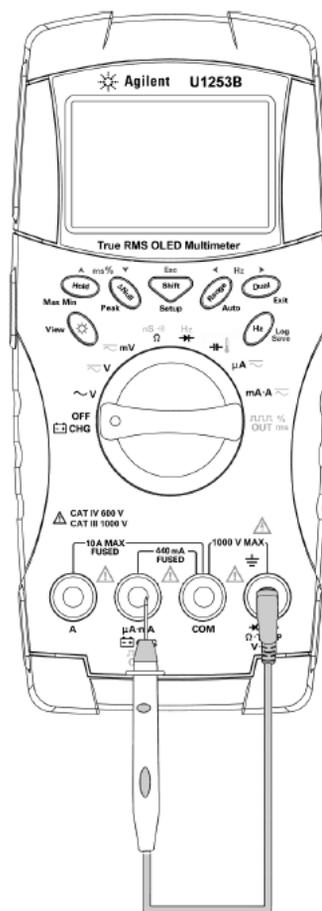

Figura 5-8 Procedimiento de verificación de fusible
- 3 Para probar el fusible 1, coloque la punta de la sonda de prueba en la mitad derecha del terminal de entrada . Asegúrese de que el extremo de la sonda toque el metal dentro del terminal de entrada, como se muestra en la Figura 5-8.